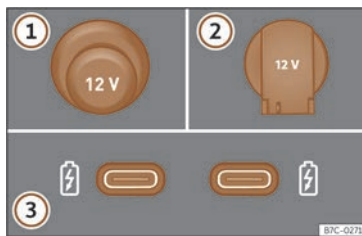

Abb. 147 12-Volt-Steckdosen im Fahrzeug
>>> (Abb. 147)
Je nach Ausstattung und Land kann das Fahrzeug auch über USB-Anschlüsse mit **ausschließlicher Lade- oder Steckdosenfunktion** >>> (Abb. 147) ③ verfügen.